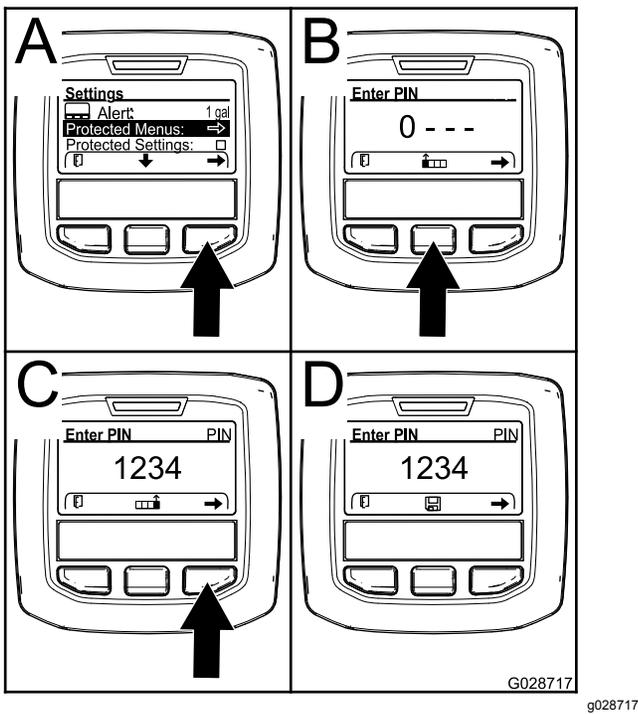

图25
- 按右侧选择按钮选择受保护菜单图25。
- 按中间选择按钮图25 中的 B可增加数值09。
- 按右侧选择按钮图25 中的 C可将光标移至右边的下一个数值位置。
注意 保存图标将显示在中间选择按钮的上方图25 中的 D。